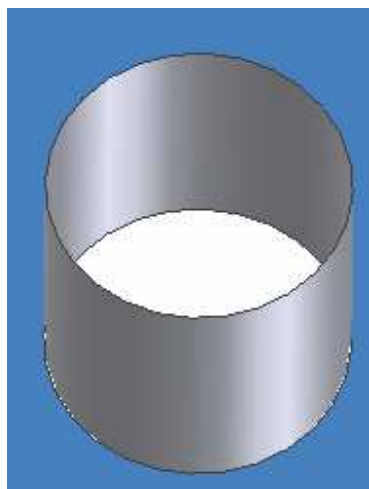

Figura 3.67 Uso del comando DELET FACE en un cilindro.
- Pulse OK para finalizar, figura 3.67.